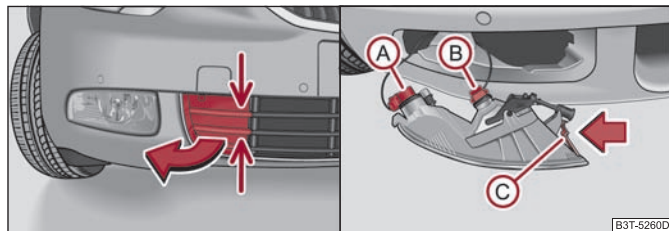

Fig. 42 Paraurti anteriore: copertura e fendinebbia con luci diurne
- Afferrare a sinistra la copertura nei punti contrassegnati dalla freccia e tirarla ⇒ fig. 42.
- Mettere la mano nell'apertura dove si trova la copertura e premere gli scrocci a molla C ⇒ fig. 42.